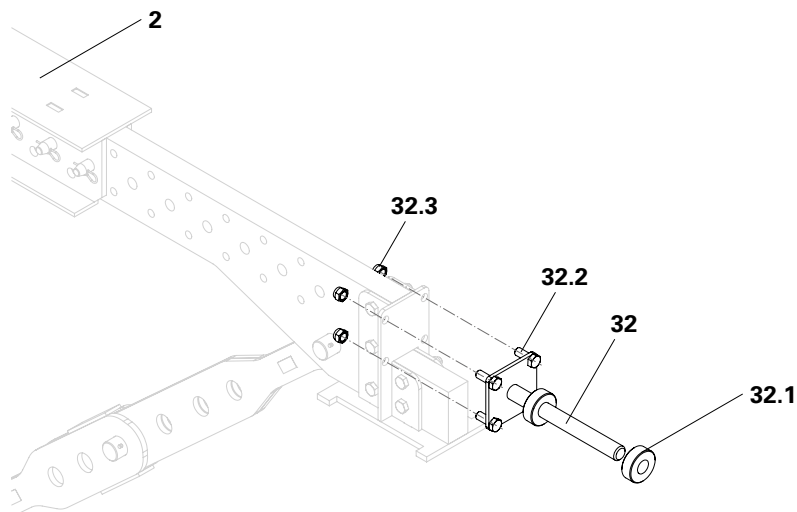

Fig. A2.09
1. Avvitare l'albero di impalcatura (32) con quattro viti (32.2) e dadi (32.3) sul telaio di appoggio (2). (Fig. A2.09)